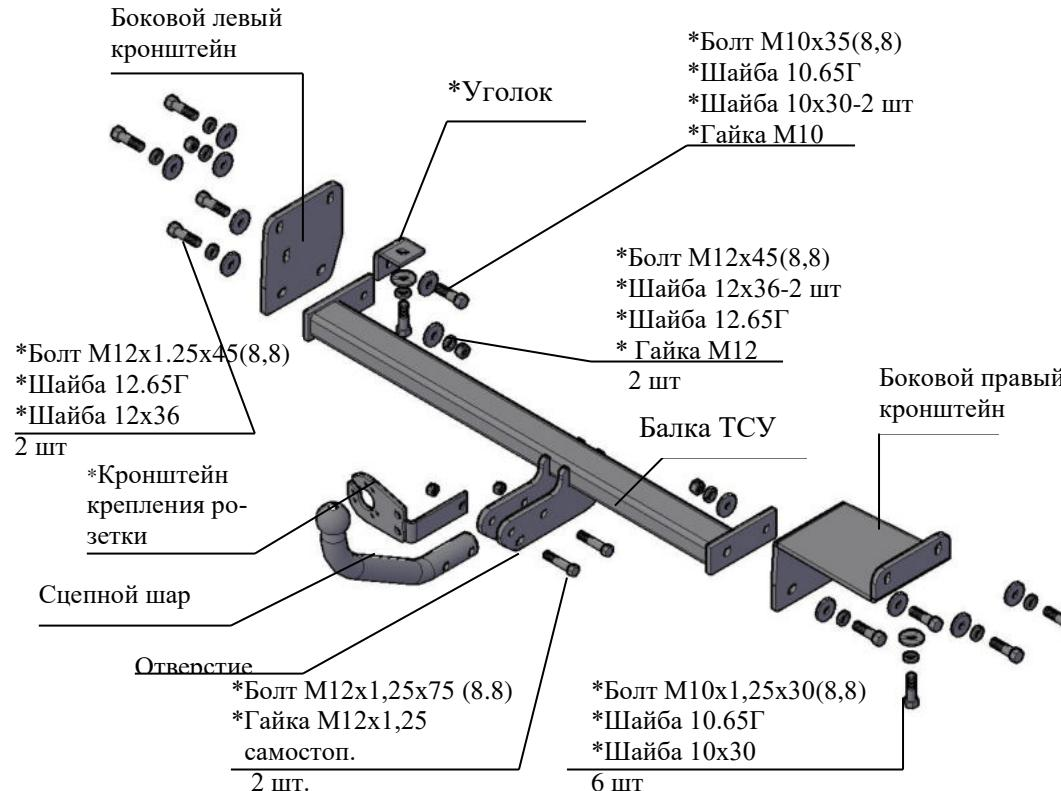

Рис.1 Тягово-сцепное устройство 7370.
2.1 ТСУ 7370 в сборе (рис.1)	1 шт.
2.2 Пакет с комплектующими (см. рис.1)	1 шт.
4.2 Установить боковой правый и левый кронштейны ТСУ на внешние боковые и нижние стороны лонжеронов а/м, используя уголок (см рис.1), болты M10x1.25x30 и гайки штатные, под головки болтов подложить шайбы гроверные 10.65Г и шайбы 10x30. Уголок крепить к левому кронштейну болтом M10x35 и гайкой M10, подложив под головку болта шайбу M10x30, а под гайку - шайбу 10.65Г и шайбу 10x30. Крепеж не затягивать.